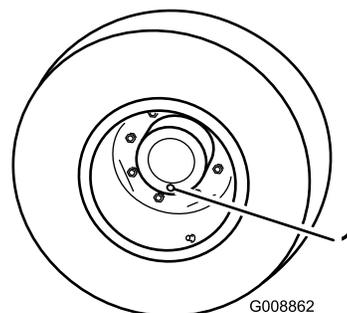

図 104
1. 平らな場所で、点検プラグが一番低い位置時計の6時の位置に来るように停止させる 図 104。